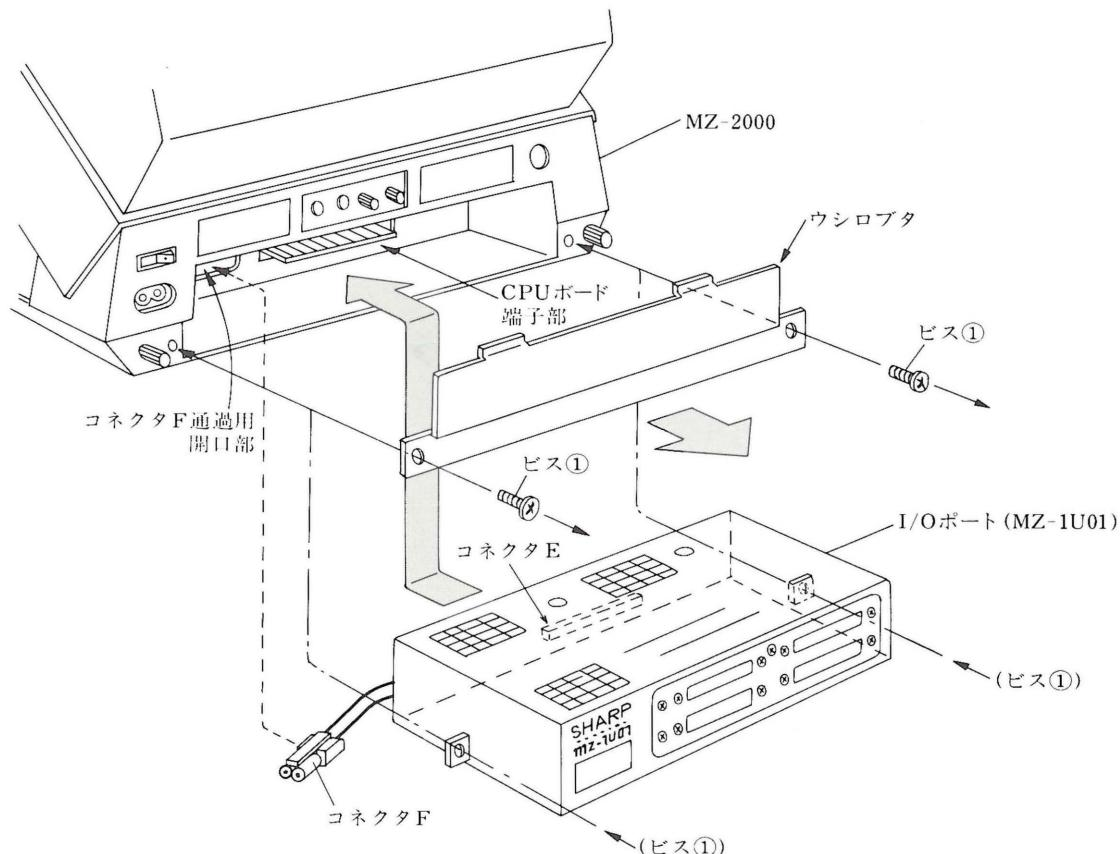
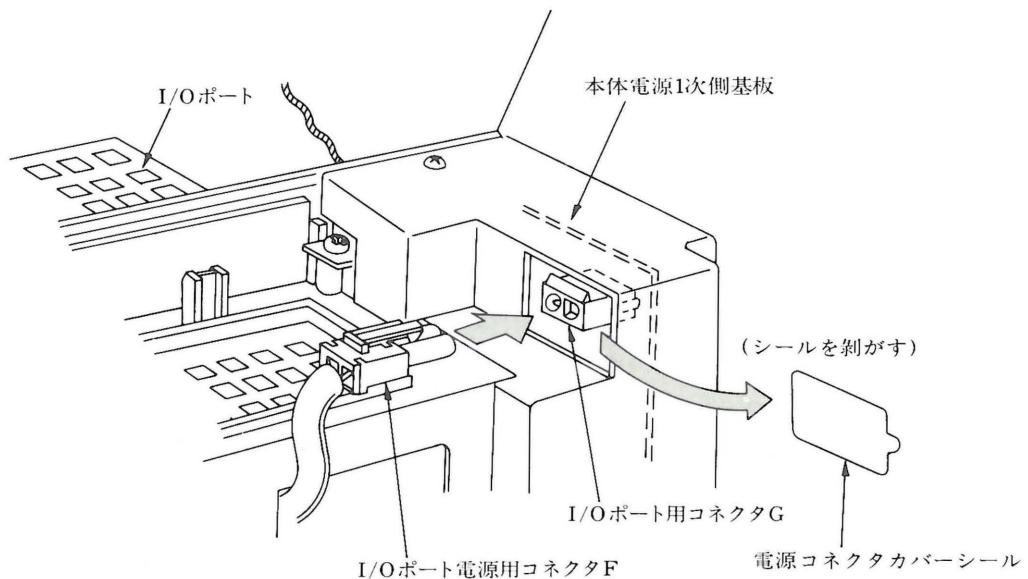

図 3-5
図 3-6
MZ-2000の拡張I/Oポート MZ-1U01は、前掲の図 3-1 に示されている通り、MZ-2000本体内の一番後部のスペースにセッティングを行います。この拡張I/Oポートのセッティング手順を図 3-5、図 3-6 に示します。
- (1) MZ-2000本体後部にあるI/Oポート取付部のウシロブタの両サイドにある2本のビス①を外し、本体よりウシロブタを取り外します。
- (2) この開口部へ拡張I/Oポート MZ-1U01を図の向きに挿入します。この際、I/Oポートの電源用コネクタFを本体内部の電源ユニットへ接続できるように、図に示す開口部の奥の窓へ通しておきます。
- (3) 開口部の奥にあるCPUボードの端子部とI/OポートのマザーボードにあるコネクタEを接続します。
- (4) (1)で取り外した2本のビス①で本体とI/Oポートを固定します。(以上の作業は図 3-5 を参照ください)
- (5) I/Oポート電源用コネクタFを図 3-6 に示すように本体電源1次側基板上のコネクタGに差し込みます。